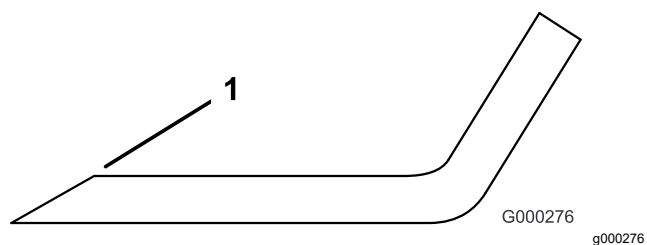

Figure 87
- Examinez les tranchants de toutes les lames et aiguiser-les s'ils sont émoussés ou ébréchés (Figure 87).
Remarque: N'aiguiser que le haut du tranchant et conservez l'angle de coupe d'origine pour obtenir une coupe nette (Figure 87). Limez la